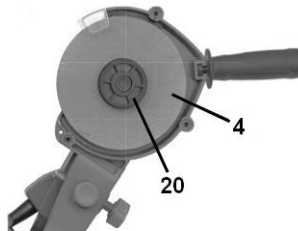

Рисунок 11
2.3.1 Ввімкнення і вимкнення виробу здійснюється вимикачем (11). Крутний момент від електродвигуна передається на шпindel виробу, на якому за допомогою затискної гайки (20, рисунок 11) закріплений заточувальний абразивний диск (4).